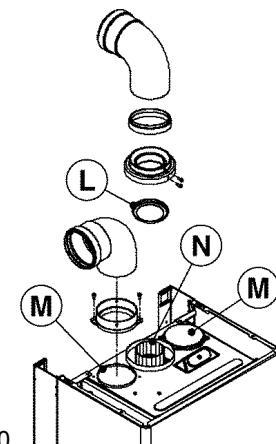

Рис. 7.10
Раздельные дымоотводы/воздуховоды можно направить в любом направлении, которое наилучшим образом подходит к требованиям помещения. Дымоотвод (N) показан на рисунке 7.10. Воздуховод для забора воздуха можно присоединить ко входу (M – рисунок 7.10), для этого с него необходимо сначала снять заглушку, которая крепится на винтах. При необходимости снимите фланец дымовых газов (L), поддав его отверткой как рычагом.